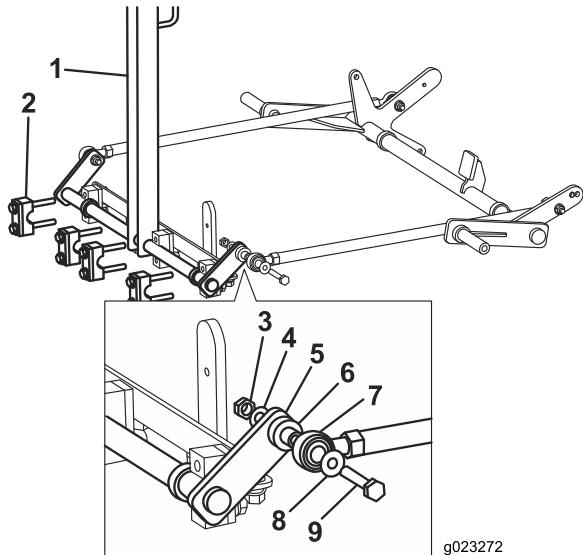

図 4
- ワッシャ、ロッド端部、ブッシュ、バー、およびワッシャ、にボルトを通して、このボルトをナットで固定する(図 4)。この時点ではまだ本締めしないこと。この後に、牽引バーとの高さの調整を行うので、ナットをゆるめておく必要がある。